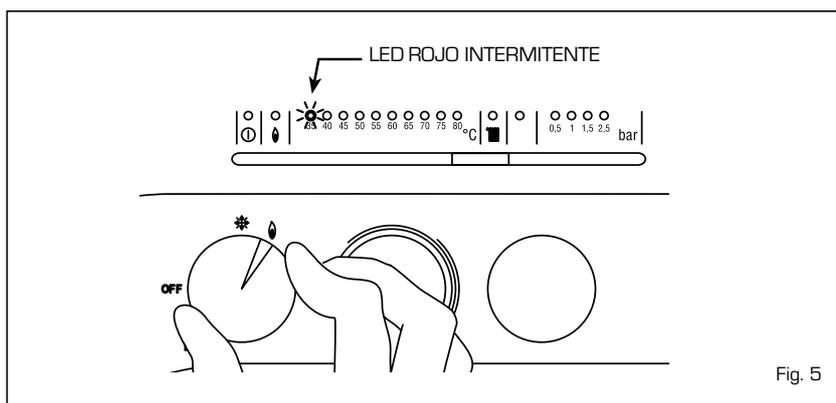

Fig. 5
- Intervención termóstato de seguridad (fig. 5).